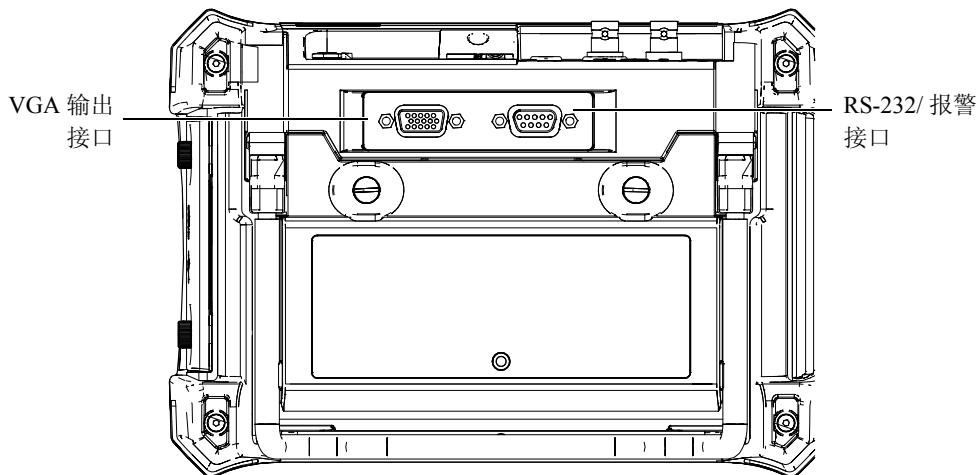

图 9-1 RS-232/ 报警和 VGA 输出接口
2. 将 600-C-VGA-5 (U8780298) 线缆 (可选项) 的一端连接到 EPOCH 600 仪器的 VGA 输出接口 (参见第 146 页的图 9-1)，然后将线缆的另一端连接到 VGA 设备。
EPOCH 600 仪器的标准配置带有一个串口通讯（RS-232）端口。报警信号也使用这个接口（参见第 146 页的图 9-1）。串口通讯使用位于仪器背面的 RS-232/ 报警输出合并接口的引脚。通过串口通迅，可以将 EPOCH 600 仪器与一台计算机连接，并利用 EPOCH 600 计算机接口程序 GageView Pro 与计算机通迅。